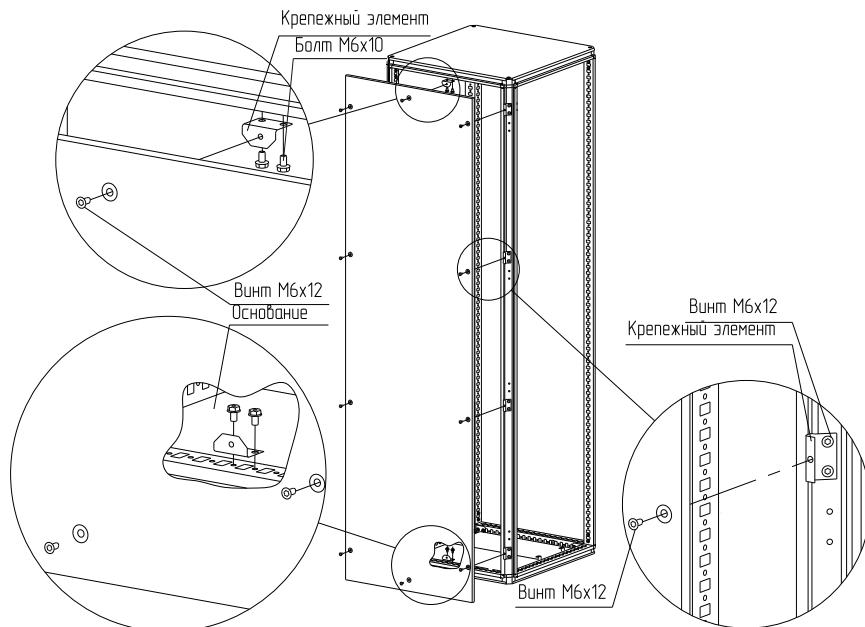

Рисунок 4
4.2.2 Закрепите восемь крепежных элементов на стойках каркаса (рисунок 4). Для крепления использовать винты M6x12. Момент затяжки – 7 Н·м.
4.2.4 Закрепите панель заднюю на крепёжных элементах винтами M6x12 (рисунок 4).